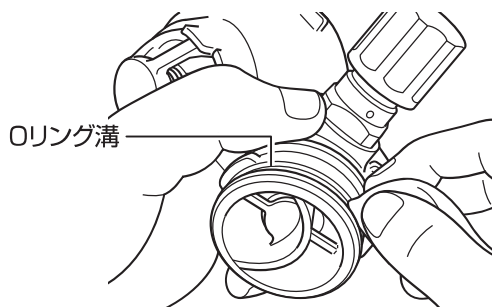

図 65 Oリング溝の清掃
2. 消毒用アルコールをしみこませた布等でOリング溝を清掃する。（図 65 参照）